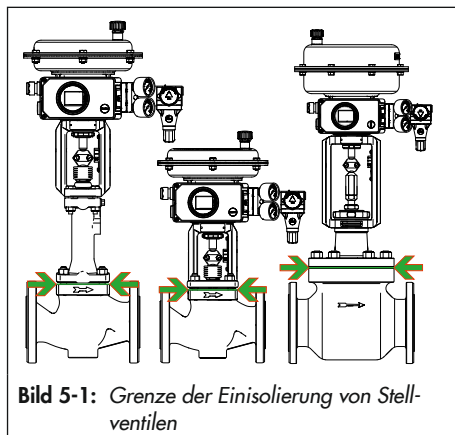

Bild 5-1: Grenze der Einisolierung von Stellventilen
- ➔ *Stellventile nur bis zum Deckelanschluss der Ventilgehäuse einisolieren, vgl. Bild 5-1. Dies gilt auch für Ausführungen mit Balg- oder Isolierteil bei Mediumtemperaturen unter 0 °C oder über 220 °C. Wird das Isolierteil mit einisoliert, verliert es seine Funktion!*